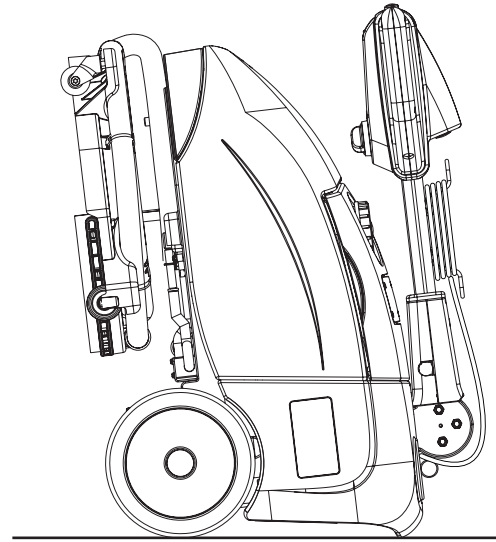

Abb. 5
3. Um die Bürste und die Sauglippengummis besser zu schützen, Schubbügel (2) nach vorne stellen und Gerät wie in der Abbildung 5 abstellen.